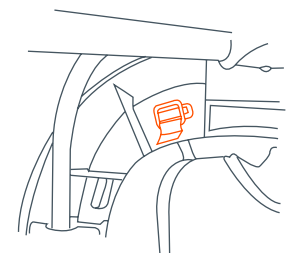

Fig. 6
- 6) • From the underside of tray pull each strap completely through each slot and pivot plastic buckle to lay flat against underside of tray (Fig. 6).
- Desde la parte inferior de la bandeja jale de cada tira completamente a través de cada ranura y pivotee la hebilla de plástico para que quede plana contra la parte inferior de la bandeja (Fig. 6).